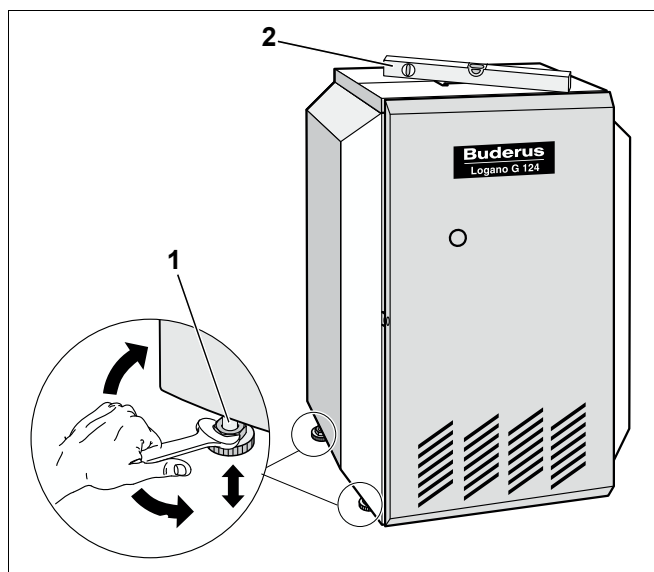

Рис. 7 Выравнивание отопительного котла опорными болтами
- По необходимости закручивайте или выкручивайте опорные болты (рис. 7, **поз. 1**), чтобы с помощью уровня выровнять котел как в горизонтальной, так и в вертикальной плоскостях (рис. 7, **поз. 2**).